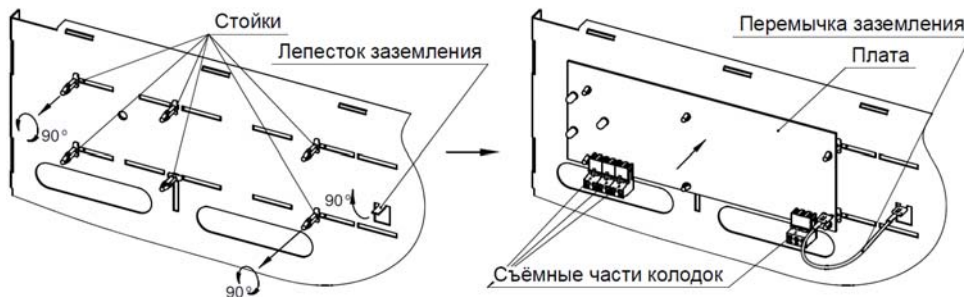

Рисунок 3 - Установка платы
- Отогнуть на 90° лепесток заземления на основании корпуса (см. рис. 3).